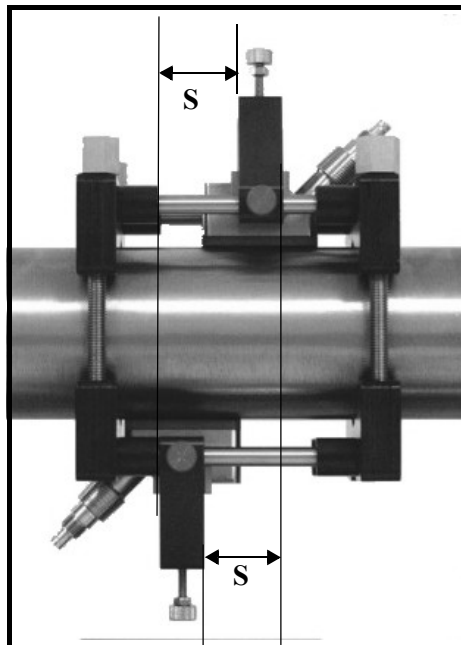

Figura 28: Fijación V4, Vista superior
La distancia total entre los yugos debe medirse entre bordes izquierdos o entre bordes derechos. La Figura 28 ilustra la colocación habitual.
4. Instale el segundo transmisor como se indica en la Figura 28.